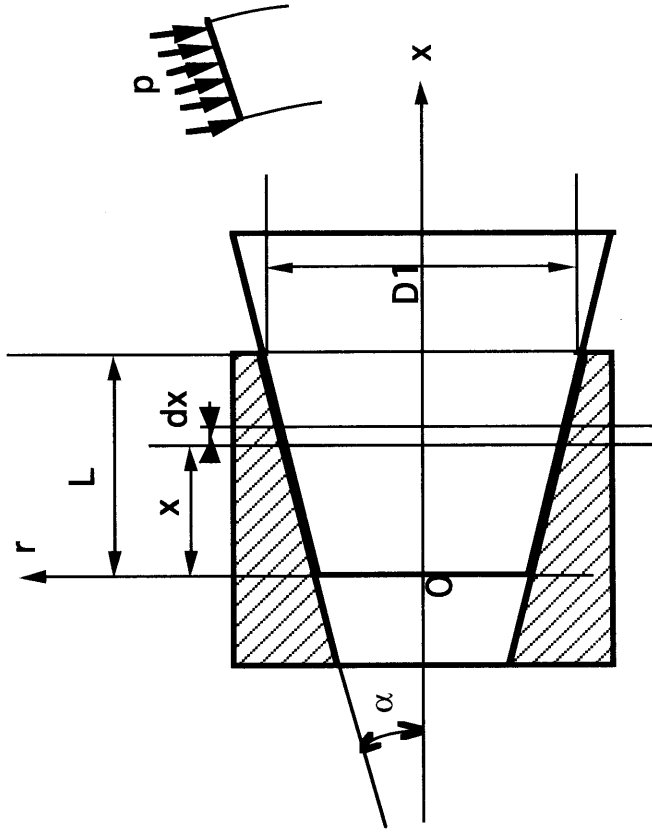

Figure 2
I.E - On considère une des deux liaisons par cônes permettant de transmettre le mouvement (figure 2). On admet que l'effort entre les deux surfaces est transmis par l'intermédiaire d'une répartition uniforme des efforts normaux de contact. On appelle p cette densité d'efforts normaux (par unité de surface), f le coefficient d'adhérence. Calculer le moment élémentaire maximum dM transmis par la surface conique comprise entre deux plans d'abscisse x , et $x+dx$.